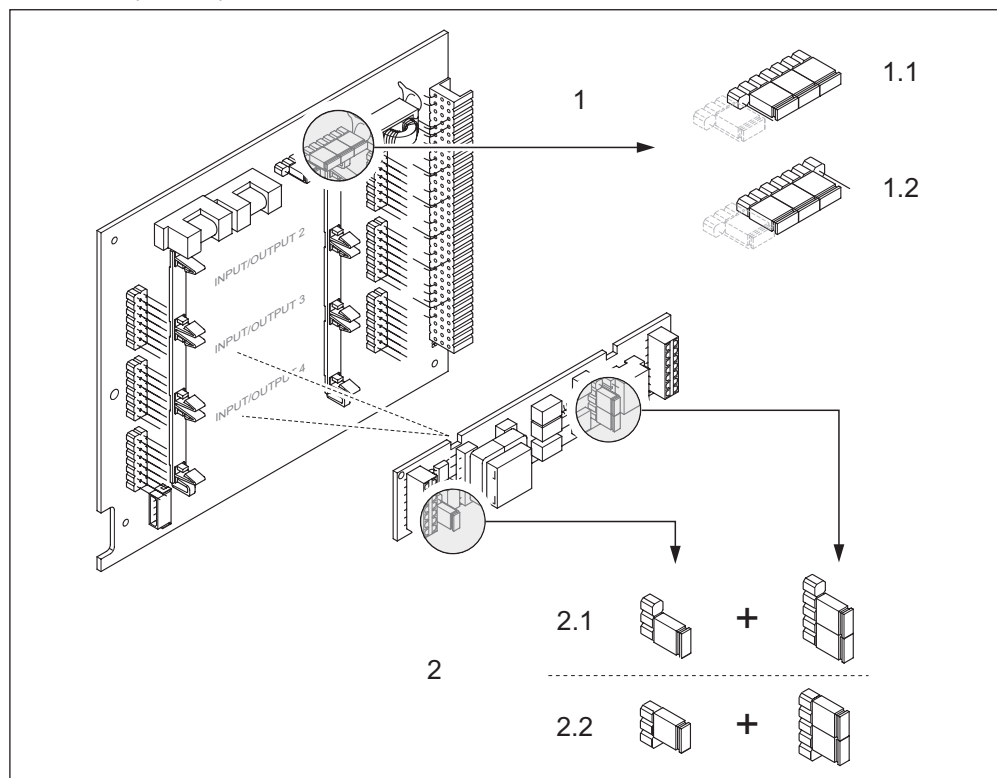

Рис. 39. Настройка токового выхода с помощью перемычек (плата ввода/вывода)
3. Установите перемычки → рис. 39.